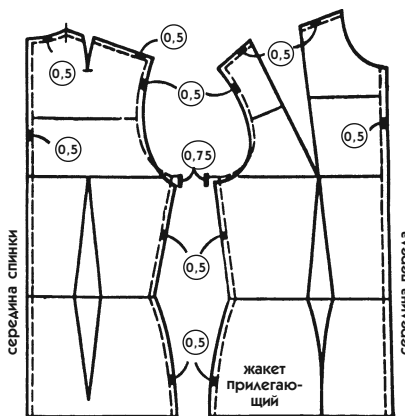

Рис. 350
1. Такой классический жакет надевается на платье или блузку из легких тканей. Лекало (рис. 350), предназначенное для ткани средней плотности (тонкая шерсть, плотная хлопчатобумажная ткань и т. д.), учитывает подкладку и бортовую прокладку.
- Параллельно срединным линиям сделайте расширение на 0,5 см (сплошная линия на рис. 350). Это расширит горловину, чтобы дать необходимое место воротнику.
- Проведите вертикальную линию через точку ширины горловины спинки (рис. 350, сплошные линии).
- Расширьте пройму на 0,5 см на участке между засечками А и В от плечевого среза до линии ширины переда и спинки (рис. 350 и 351).
Напоминаем, что для упрощения работы над лекалом следует сначала начертить пройму жакета прилегающего силуэта (см. пояснения к рис. 350 и 351).